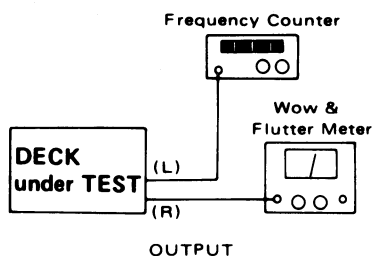

Fig. 4-1
- 1) Connect a frequency counter to the deck as shown in Fig.4-1.
- 1) Connect a wow-and-flutter meter to the deck as shown in Fig.4-1.
- 1) 図4-1 のように周波数カウンタを接続する。
- 1) 図4-1 のようにワウ・フラッタ・メータを接続する。